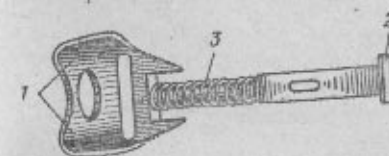

Рис. 11. Магазинная защелка:
11. Магазинная защелка (рис. 11) удерживает магазин. Спереди она имеет зацеп для захвата за выступ приемника магазина и сзади — выступы с на-